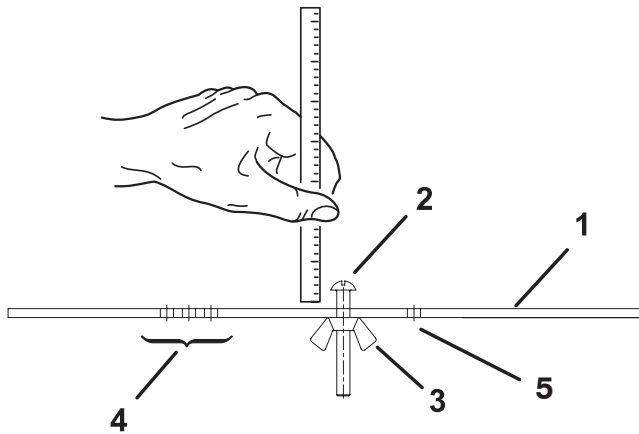

Figure 14
2. Desserrez l'écrou du gabarit (Fig. 14) et tournez la vis de réglage de manière à obtenir la hauteur de coupe voulue. L'écartement entre la base de la tête de la vis et la face du gabarit correspond à la hauteur de coupe.